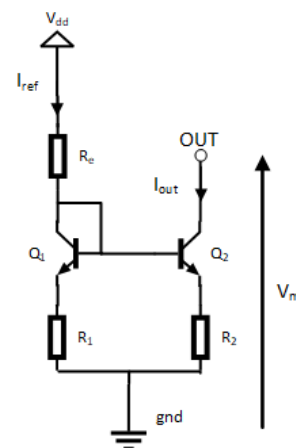

FIGURE 2 – Schéma de principe de fonctionnement du miroir de courant
Le but de ce projet est de réaliser un objet connecté permettant de suivre, d'analyser et d'enregistrer à distance le rythme cardiaque à l'aide du principe de photoplethysmographie (PPG). Comme le montre la figure 2, il se décompose en plusieurs parties distinctes et complémentaires : (1) La partie détection, amplification et mise en forme (Analogique); (2) La partie conversion analogique/numérique (Mixte); (3) La partie émission/réception QAM des données (Numérique/RF); (4) La partie analyse des données (Traitement du signal). Dans le présent rapport, ne seront décrites que les parties (1) et (2).